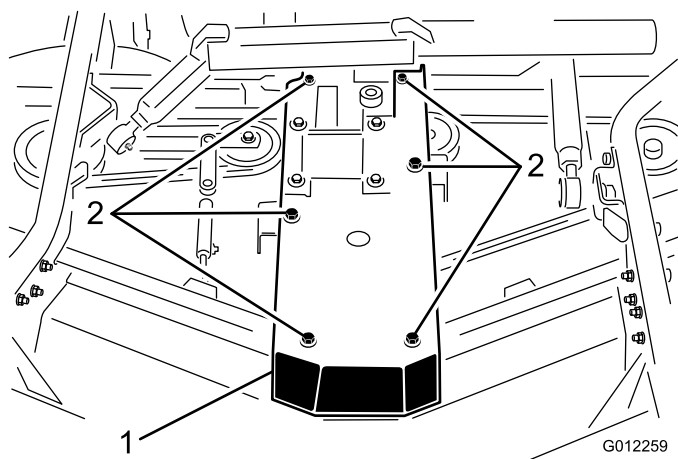

Figura 23
3. Retire los tornillos de caperuza y las tuercas que sujetan la placa de la caja de engranajes a las acanaladuras de la plataforma (Figura 23). Retire la tapa de la caja de engranajes de la caja de engranajes y colóquelo sobre la plataforma.